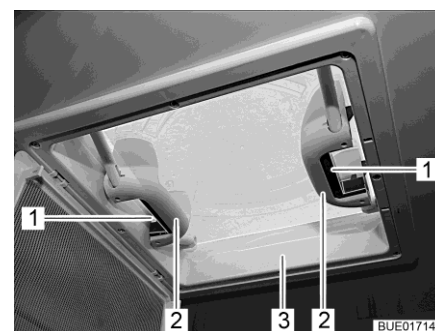

Fig. 28 Poignées avec poussoirs
- Appuyer sur le verrou à ressort (Fig. 28,1) vers l'intérieur du lanterneau (Fig. 28,3). Pousser le lanterneau simultanément vers le haut par la poignée (Fig. 28,2).
- Tirer fortement le lanterneau (Fig. 28,3) vers le bas par les deux poignées (Fig. 28,2) jusqu'à ce que les deux verrous à ressort (Fig. 28,1) s'encliquettent.